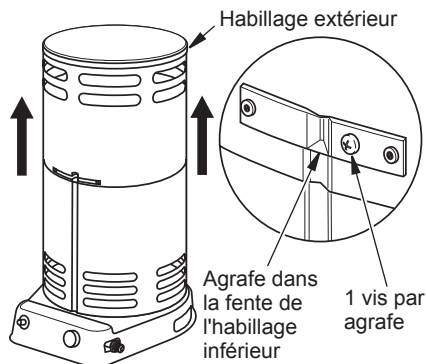

Figure 2 - Soulèvement de l'habillage extérieur
1. Prenez soin de protéger vos mains pendant cette étape. Soulevez l'habillage extérieur verticalement, comme le montre la figure 2, jusqu'à ce que les 3 fixations s'emboîtent dans les fentes de l'habillage inférieur. Les trous de vis seront alors alignés.
2. Fixez les fixations en place avec les 3 vis (1 par agrafe) comme l'illustre la figure 2. L'appareil de chauffage ne doit pas être utilisé si l'habillage extérieur n'est pas correctement déployé et vissé en place.